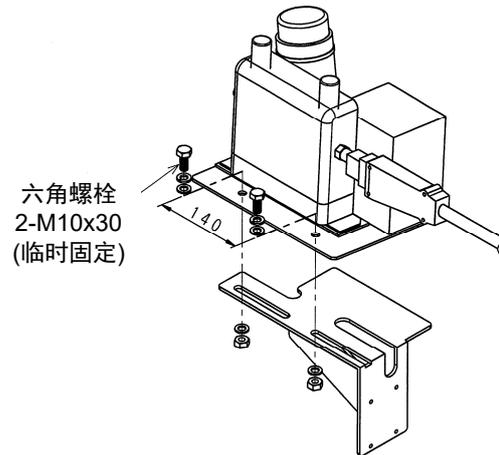

图 1.2 送丝机的安装(步骤 2)
2. 请参阅图1.2将送丝机安装在固定支架上。安装时，使用送丝机附属的六角螺栓、垫圈和螺母临时固定。(为了进行一体化动力线的张力调节，请先临时固定。)